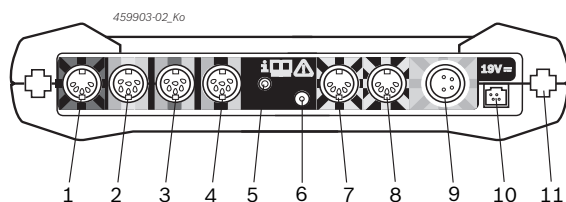

Рис. 2: Соединительная панель FSA 500 (снизу)
Подключение: см. рис. 2, поз. 6.
5. Подключить датчики к соответствующим гнездам измерительного блока (см. рис. 2).